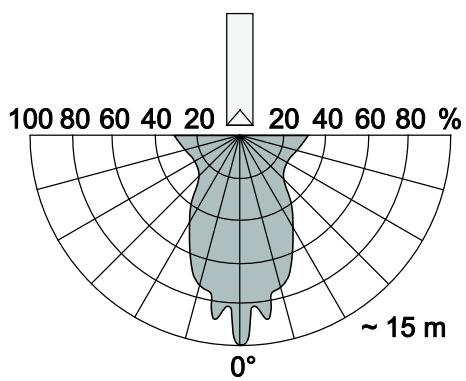

Fig. 4 : zone de réception IR
Zone de réception IR	env. 15 m (ligne 0°) ; voir Fig. 4
Pour un parfait fonctionnement (respect des caractéristiques de réception ; voir Fig. 4), la luminosité sur le site de montage ne doit pas dépasser 200 lux.
2. Tenez compte de la "zone de réception IR" lors de l'adressage, voir Fig. 4.